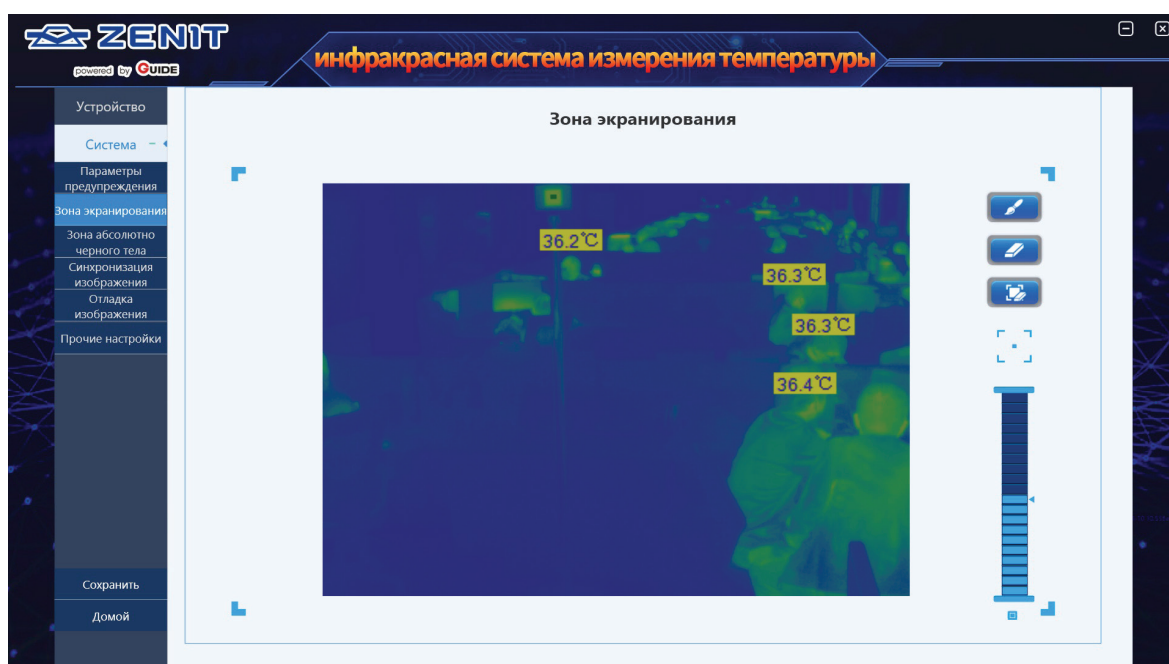

Рисунок 17 — Настройка зоны экранирования
1) В главном окне, изображенном на рисунке 15, кликните «Настройка» → «Система» → «Зона экранирования», затем войдите в окно настроек зоны экранирования (рисунок 17).